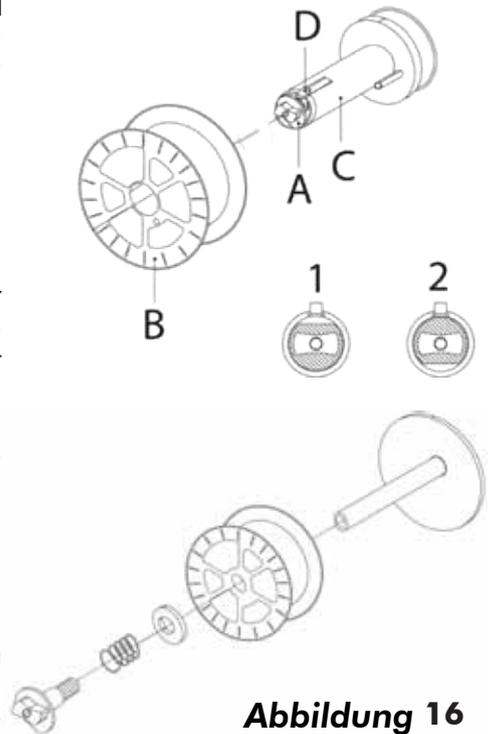

Abbildung 16
- Seitliche Abdeckung des Spulenfachs öffnen. Die Mutter (A) der Haspel bis in Position 1 (Bremstrommel) abdrehen. Beim Auswechseln die leere Spule herausnehmen, dazu den Sperrstift herunterdrücken (D). (Abb. 16).
- Verpackung um die Spule entfernen und auf die Haspel setzen. Schließlich die Mutter (A) wieder anbringen und um 180° drehen (Position 2).